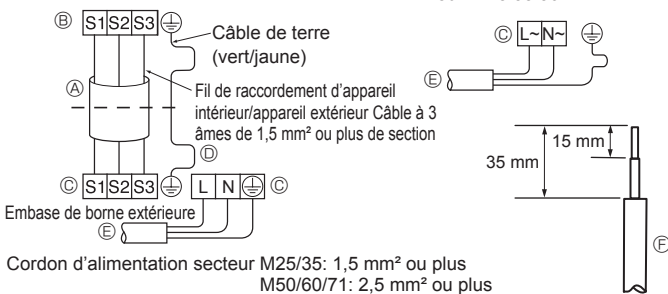
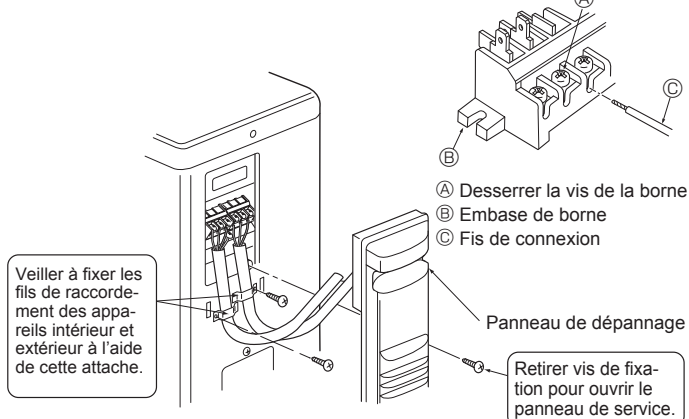
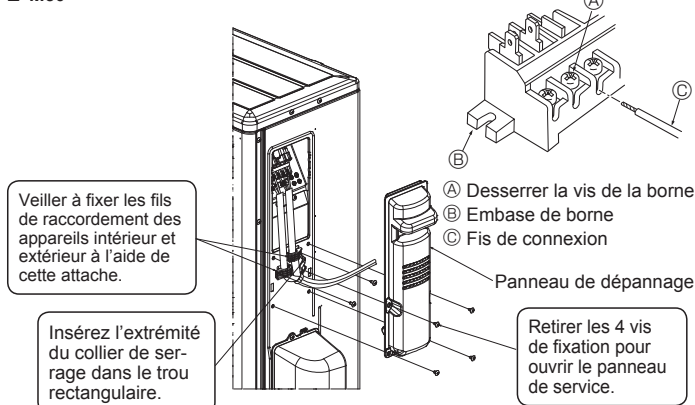
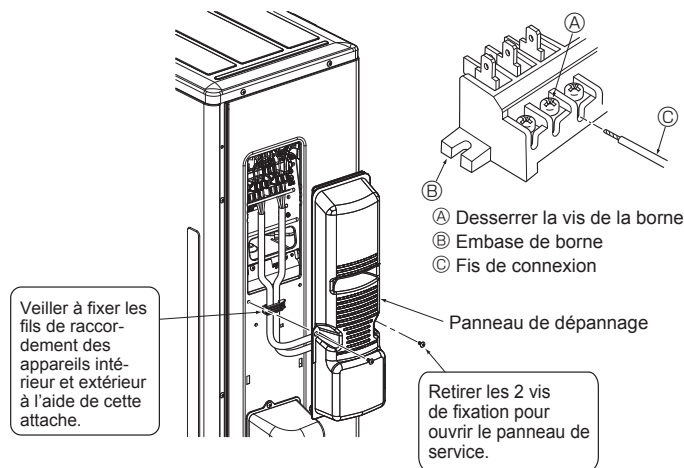

Fig. 6-2
Fig. 6-3
Fig. 6-4
Fig. 6-5
6.1. Appareil extérieur (Fig. 6-1, Fig. 6-2, Fig. 6-3, Fig. 6-4, Fig. 6-5)
- ① Déposez le panneau de service.
- ② Raccordez les câbles conformément aux Fig. 6-1, Fig. 6-2, Fig. 6-3, Fig. 6-4 et Fig. 6-5.
- Effectuez le câblage selon le diagramme en bas et à gauche. (Veuillez vous procurer le câble localement) (Fig. 6-2)
- (A) Câble de connexion
- (B) Embase de borne intérieure
- (C) Embase de borne extérieure
- (D) Posez toujours un câble de mise à la terre plus long que les autres câbles.
- (E) Cordon d'alimentation
- (F) Fis de connexion